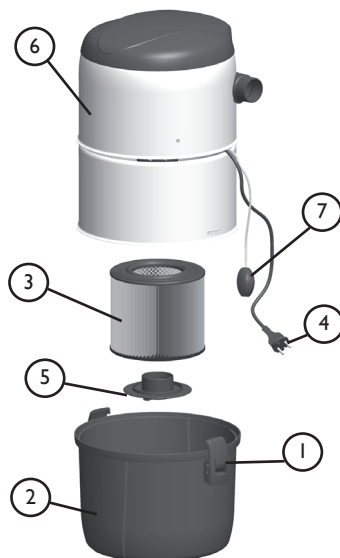

Abb. 1
2.2 Wartung des Filters (Abbildung 1)
Im Motorgehäuse der Zentraleinheit befinden sich keine Teile, die vom Benutzer gewartet werden können (Abbildung 1: 7). Es wird empfohlen, nach ca. 600 Betriebsstunden von einem Allaway-Vertragshändler überprüfen zu lassen, ob die Turbine des Elektromotors und andere Teile im Motorgehäuse gewartet oder ersetzt werden müssen. Dies entspricht einem Zeitraum von ca. 8 Jahren, wenn das Gerät durchschnittlich anderthalb Stunden pro Woche verwendet wird.
- Stellen Sie sicher, dass der Niederspannungsanschluss (Abbildung 1;7) ordnungsgemäß an sein Gegenstück an der Wandhalterung der Zentraleinheit angeschlossen ist.
- Überprüfen Sie, ob sich der Staubsauger über den Niederspannungsanschluss (Abbildung 1;7) der Zentraleinheit starten lässt, indem der Startstromkreis mit einem Metalldraht überbrückt wird).